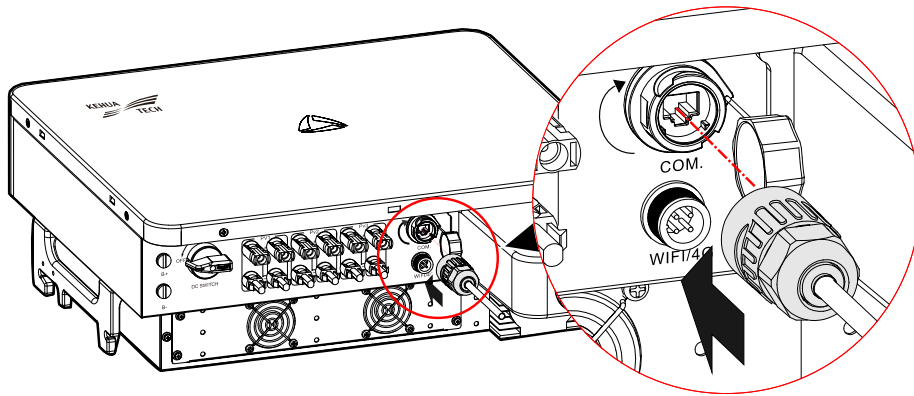

Figura 3-32 Instale a interface COM.
- Etapa 3 Solte a tampa à prova d'água da interface COM., insira o conector RJ45 na interface COM. (conforme mostrado na Figura 3-32) e aparafuse.